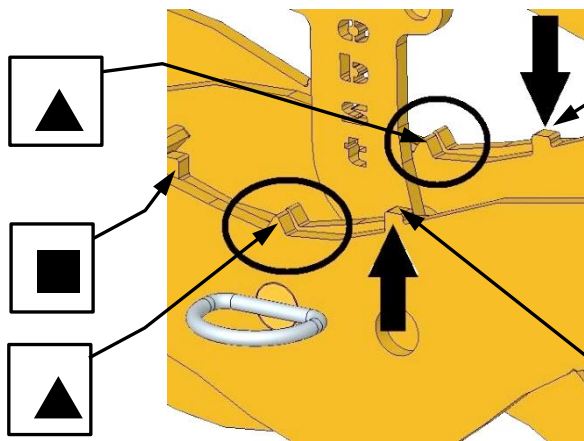
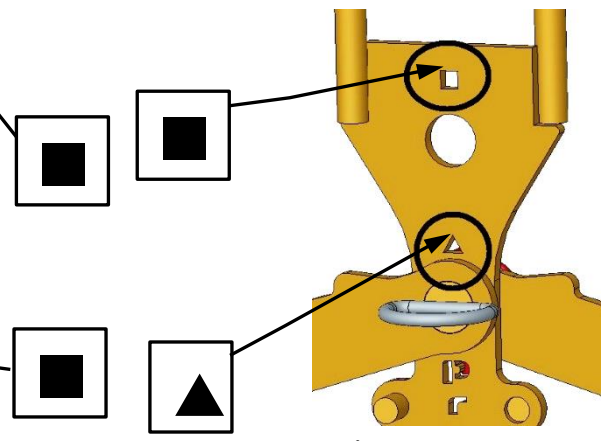

Fig. 2
Fig. 3
- Para esta área de aperto, as ■ marcações quadradas nos braços de aperto (no centro da ferramenta) têm de ser **congruentes** (Fig. 2) e as marcações quadradas no ■gancho de bloqueio (2) têm de ser posicionadas por cima do pino da tomada com o pino de fixação (8) (Fig. 3).
- Para ajustar o alcance de aperto, remova o pino de encaixe (6) e o pino de encaixe com o pino de encaixe (8).